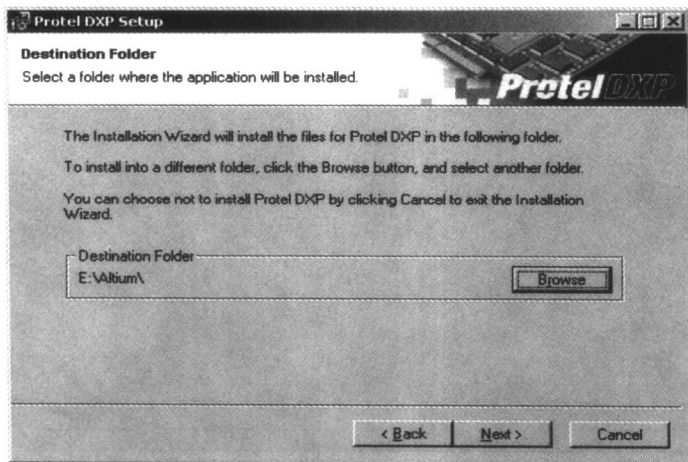
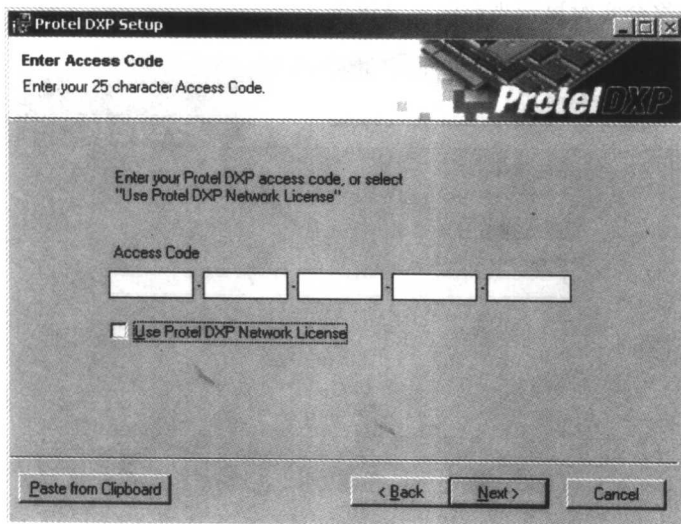
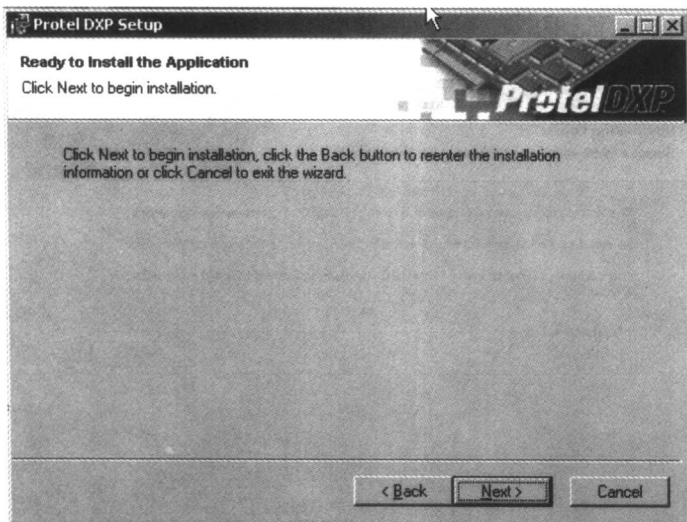
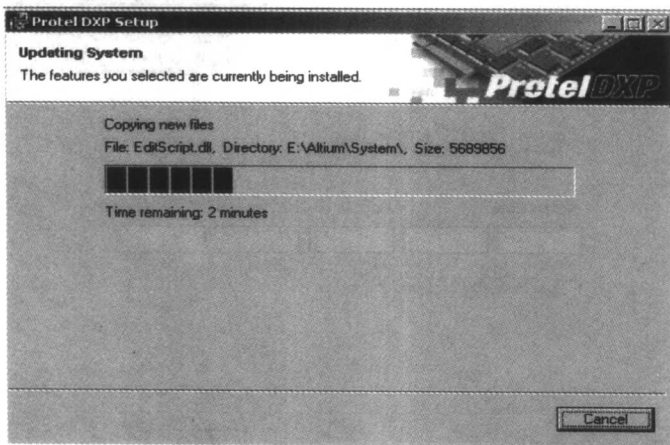

图 1-6 选择安装路径对话框
图 1-7 软件序列号输入对话框
图 1-8 安装准备就绪对话框
图 1-9 安装进度显示窗口
(4) 单击【Next】按钮继续下一步的安装，在弹出的如图 1-6 所示的选择安装路径对话框中可以选择软件的具体安装路径。系统的默认安装路径为“C: \Program Files\Altium\”。在安装时可以根据实际情况通过单击【Browse】按钮在硬盘上浏览选择其他的安装路径，如：“E:\Altium”。完成了这一步以后可以单击【Next】按钮继续安装过程。此时，将显示如图 1-7
(5) 在软件序列号输入对话框中，用户可以根据安装光盘上提供的序列号进行输入，也可以选中【Use Protel DXP Network License】选项，选择安装完毕后通过 Protel DXP 的网站进行网上注册。
(6) 在图 1-7 所示的对话框中单击【Next】按钮，继续下一步的操作，就会弹出如图 1-8 所示的安装准备就绪对话框。此时，如果用户确定所有的安装准备工作都已完成，就可以单击【Next】按钮开始程序的安装。如果此时改变主意，可以通过单击【Cancel】按钮退回到以前的任意一步重新设置。
(7) 在如图 1-8 所示的对话框内单击【Next】按钮，弹出如图 1-9 所示的安装进度显示窗口，安装进度条将会实时显示当前的安装进度。